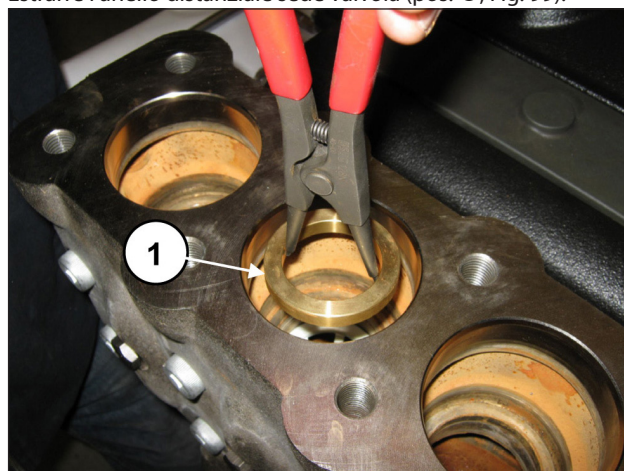

Fig. 99
Estrarre l'anello distanziale sede valvola (pos. ①, Fig. 99).